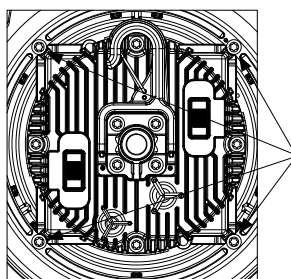

Figure 3
**2.1 Retirer les quatre vis du boîtier** du luminaire (voir la figure 3).